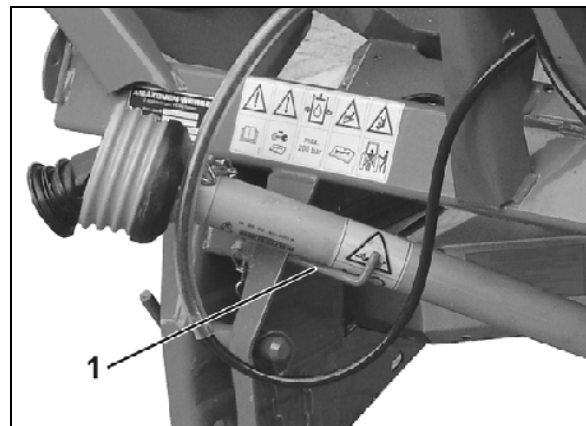

Fig. 26
5. Legen Sie die Gelenkwelle in die vorgesehene Halterung (Fig. 26/1) ab.